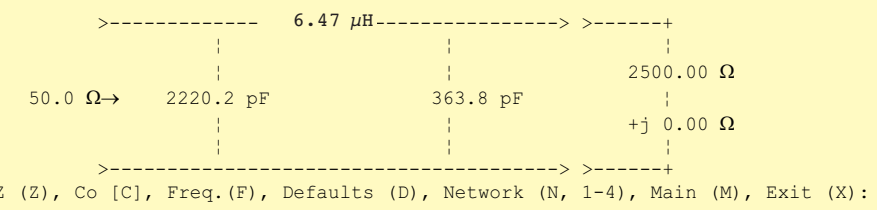

Bild 14: Anpassung am Filterausgang nach TLA [4]
1. Die TLA-/TLW-Software rechnet nicht auf maximale Leistungsübertragung, sondern auf Anpassung [7]. Die Anpassung kann für den Filtereingang (Bild 13) oder den Filterausgang (Bild 14) konfiguriert werden: Das mit *load* abgeschlossene Filter ergibt dabei den gewünschten Eingangswiderstand (*desired resistance at input line*). Die ausgegebenen Bauelemente L und C2 unterscheiden sich jeweils und weichen auch von denen aus der η_{\max} -Berechnung ab.